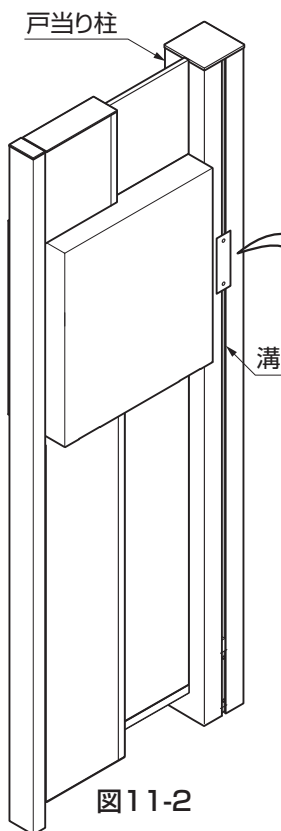

図11-2
- ①ラッピング門柱用カバーを戸当り門柱の取付け箇所長さの長さに切断してください。
- ②ラッピング門柱用カバーを戸当り門柱の溝に、ゴムハンマー等でキズが付かないよう、軽く叩いて取付けてください。
- ③門柱キャップを取付けてください。(図11-2参照)